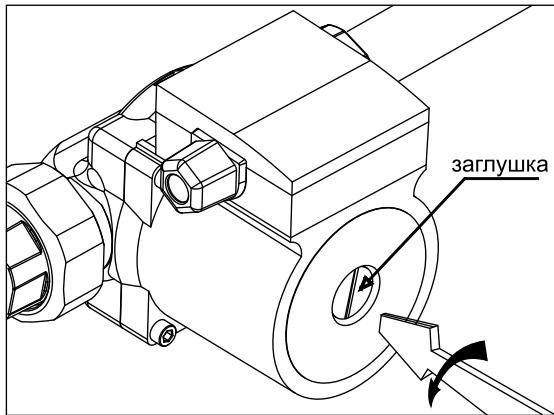

Рис.5 Удаление воздуха из насоса
- Выкрутить винт и ослабить заглушку для удаления воздуха, защищив электрические части от попадания жидкости или пара **Рис.5**;